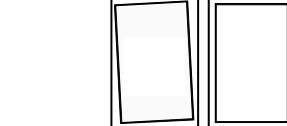

fig. 9
Paso 11: Tire de la puerta por los costados y a la altura de las deslizadoras para abrirla. (Ver la ilustración 9) Apriete bien los tornillos superiores.